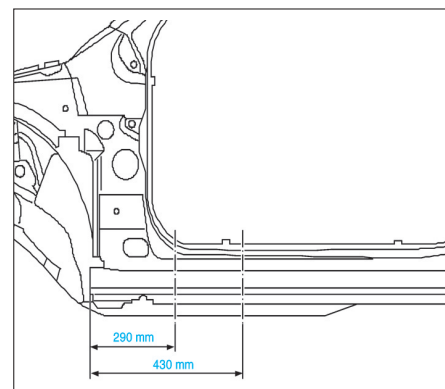

FIG. 32
- Découper la partie du bas de caisse recouvrant les points de soudage du montant A en tenant compte des lignes de coupe (fig. 32).
- Découper la partie inférieure du bas de caisse à la cote de 290 mm puis l'extrémité du renfort de bas de caisse (fig. 32).